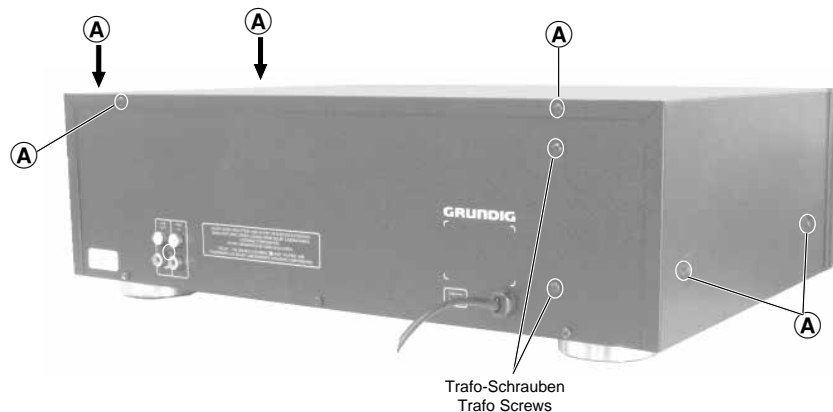

Fig. 1
- 6 Schrauben (A) herausdrehen (Fig. 1).
- Undo 6 screws (A) (Fig. 1).